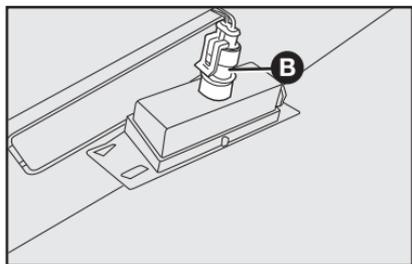

fig. 61
2) Retirar a lâmpada de sua sede **B-fig. 61** e substituí-la.